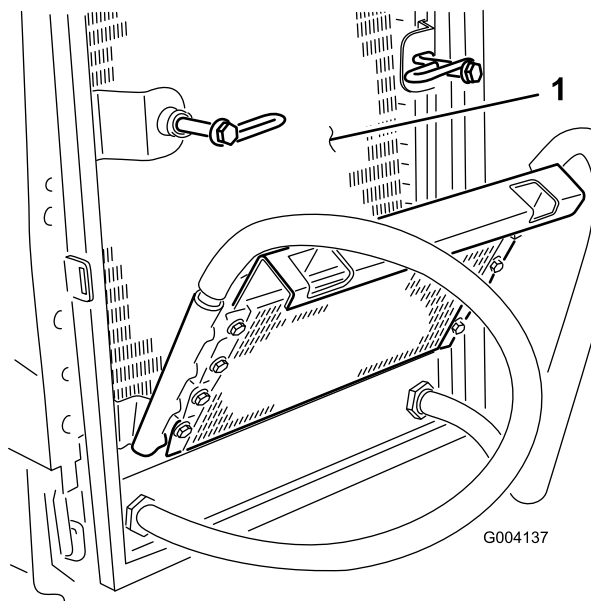

Figura 72
6. Limpie a fondo ambos lados del enfriador de aceite y del radiador (Figura 72) con aire comprimido.